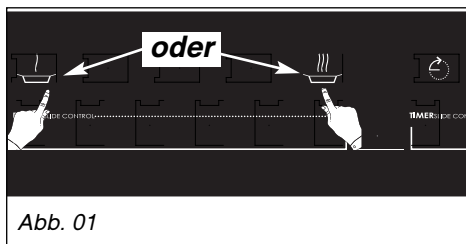

Abb. 01
– Lange auf  drücken (Abb. 01).